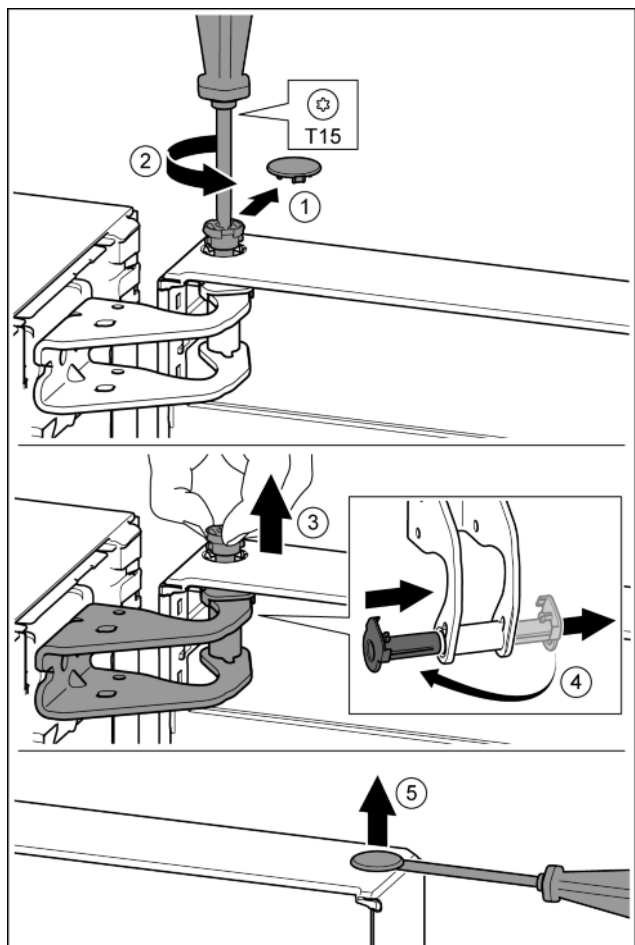

Fig. 10
- Enlever délicatement le cache de sécurité. *Fig. 10 (1)*
- Dévisser légèrement le boulon avec un tournevis T15. *Fig. 10 (2)*
- Tenir fermement la porte et sortir le boulon avec les doigts. *Fig. 10 (3)*
- Tirer la douille de palier en dehors du guide. La mettre de l'autre côté et l'enclencher. *Fig. 10 (4)*
- Soulever délicatement le bouchon en dehors de la douille de palier de porte avec un tournevis plat et le sortir. *Fig. 10 (5)*